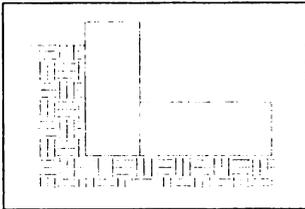
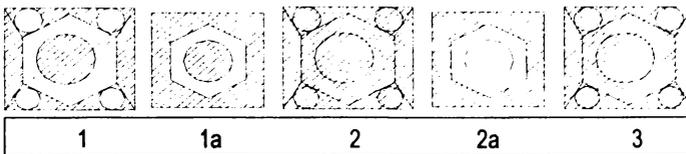

Рис. 6.10. Штриховка по временному контуру
Рис. 6.11. Примеры закраски островов
Для выполнения штриховки, не имеющей внешнего контура (рис. 6.10), создают временный контур вручную, например, с помощью полилинии или отрезков, выполняется штриховка, а затем контур удаляется.
- На рис. 6.11, 1 и 1а приведен пример закраски объектов в режиме **Normal**, на рис. 6.10, 2 и 2а
приведен пример закраски объектов в режиме **Outer** и на рис. 6.10, 3 приведен пример закраски в режиме **Ignoring**. Из этих рисунков видно, что не всегда программа может правильно определить области закраски. На простых рисунках 1а и 2а команды выполнены правильно, на более сложных рисунках 1 и 2 команды выполнены не правильно.
Постройте временный контур согласно рис. 6.10.
Постройте объекты и закрасьте их с использованием разных стилей закрашки островов (см. рис. 6.11).